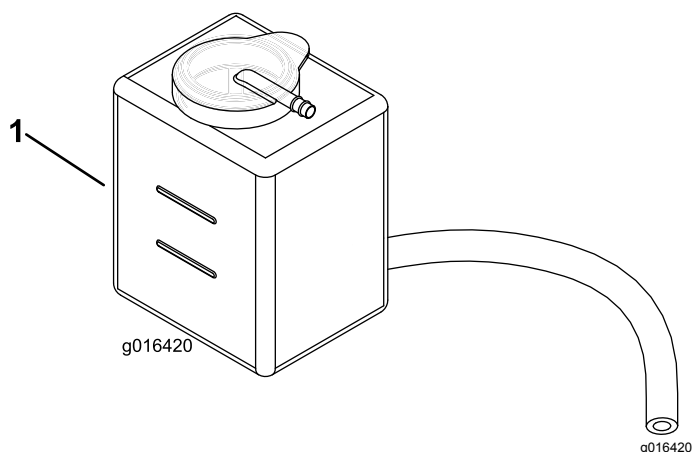

Figura 43
2. Compruebe el nivel de refrigerante (Figura 43).